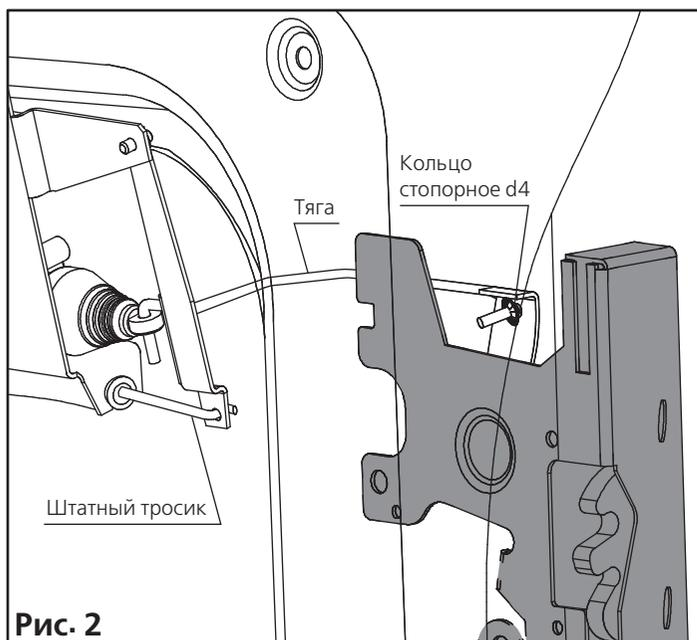

Рис. 2
3.3.2 Закрепите тягу привода замка двери на рычаге замка двери при помощи кольца стопорного d4 из метизного пакета (рис. 2).
3.3.3 Штатный тросик подсоедините к рычагу привода замка двери, а его рубашку закрепите на корпусе привода замка двери (рис. 2).